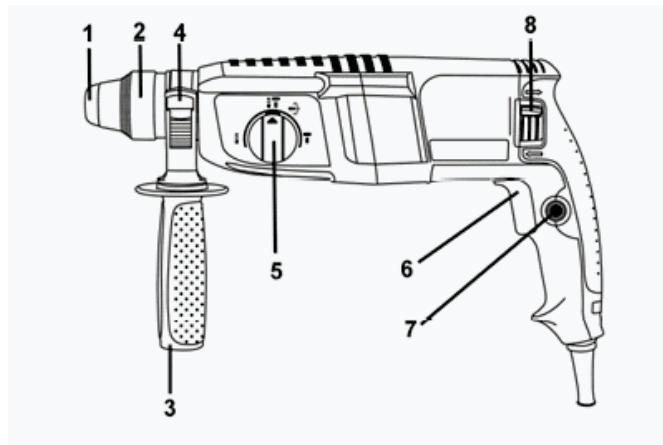

Рисунок 1
4.1 Выберите необходимый режим работы изделия с помощью переключателя(5)(см. рисунок 1, таблицу2). При необходимости изменения угла наклона насадки при выполнении долбежных работ произведите необходимые операции, описанные в пункте 4.5. Если необходимо установить сверлильный патрон – установите его в патрон SDS-plus через адаптер.
4.2 Для включения изделия нажмите на курок выключателя (6) (рисунок 1). Для отключения изделия следует курок отпустить.